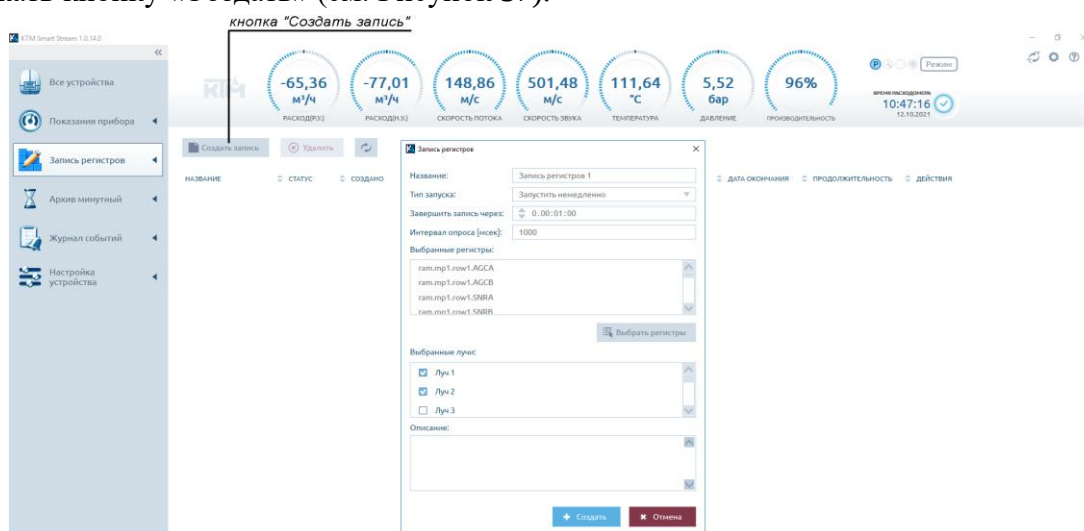

Рисунок 57 – запись регистров.
4.2.3.6 Для записи регистра нужно нажать кнопку «Создать запись» во вкладке «Запись регистров». В открывшемся окне заполнить необходимые графы и выбрать нужный регистр для записи. Нажать кнопку «Создать» (см. Рисунок 57).